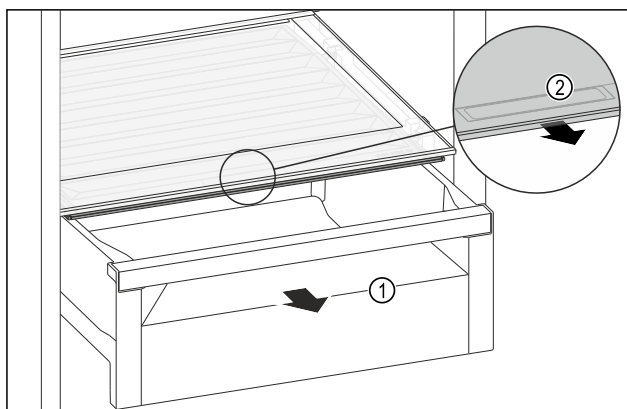

Fig. 124
► Zásuvku Fig. 124 (1) vytáhněte.
- Uchopte prohlubeň pro rukojeť *Fig. 124 (2)* na víku zásuvky a současně zatáhněte za víko zásuvky směrem dopředu.